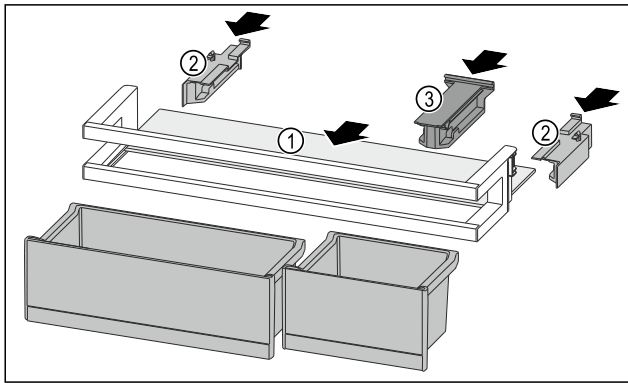

Fig. 242
- ▶ Odkládací plochu Fig. 242 (1) zasuňte do bočních vybrání.
- ▶ Boční díly Fig. 242 (2) vložte.
- ▶ Držák Fig. 242 (3) vložte.